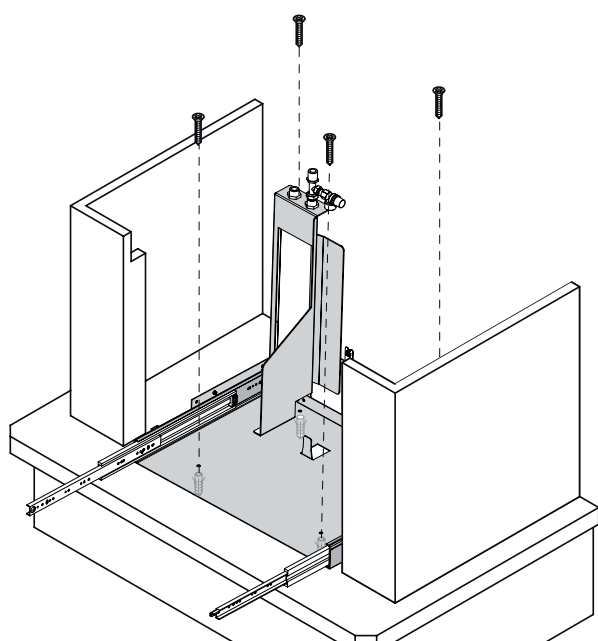

Fig. 6.5
- posizionare e fissare con dei tasselli il basamento al piano del caminetto (fig.6.5)